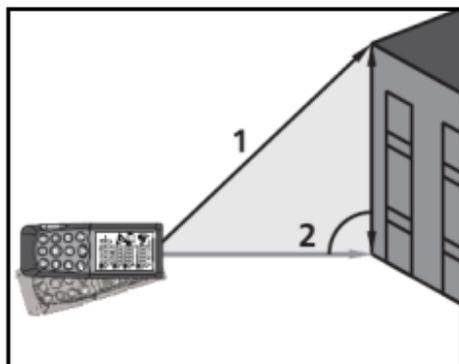

Abb. 9: Indirekte Messung mit 2 Punkten
3. Stellen Sie das Gerät in die höchste Stellung (1) für die Messung (siehe Abb. 9) und drücken Sie die  Taste oder die **MEAS** Seitentaste zur Durchführung der Messung. Das Ergebnis erscheint auf dem ersten Teildisplay. Das Symbol "" erscheint auf dem Display mit blinkender Seite "2"
4. Stellen Sie das Gerät so waagerecht wie möglich (2) für die Messung (siehe Abb. 9) und drücken Sie die  Taste oder die **MEAS** Seitentaste zur Durchführung der Messung. Das Ergebnis erscheint auf dem zweiten Teildisplay
5. Der Endwert des Ergebnisses (als  $\sqrt{(1)^2 - (2)^2}$  erhalten) wird im Ergebnisdisplay angezeigt